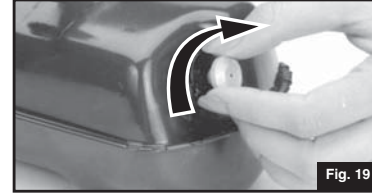

Fig. 19
- Cierre la PERILLA DE LA BOMBA. (Fig. 19)